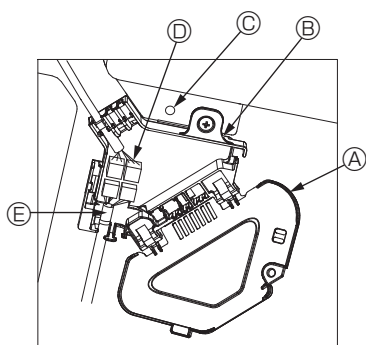

Fig. 5-9
- 2 Leta reda på kabeln för lamellmotorn för galleret i anslutningsdosan och kabeln för lamellmotorn och anslut dem. (Fig. 5-9)